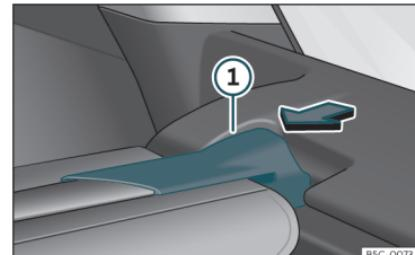

Fig. 119 En el maletero: desmontar la bandeja.
- Presione el soporte de la bandeja **» fig. 119 ①** en el sentido de la flecha.
- Encaje el soporte de la bandeja **»» fig. 119 ①** en el alojamiento del otro lado.